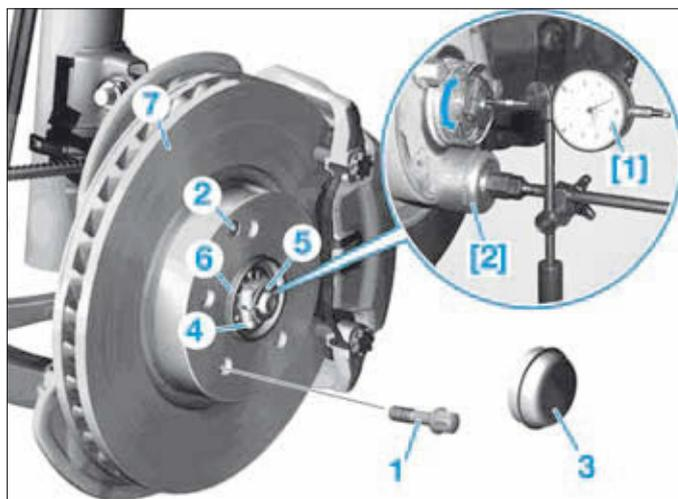

FIG. 23
- Reposer la vis de roue (1) face à la vis de fixation du disque (2) afin de supprimer le jeu entre le disque et le moyeu (Fig.23).
- Retirer le capuchon de moyeu (3).
- Desserrer la vis 6 pans (4).
- Serrer, sans forcer, l'écrou de blocage (5), en tournant le moyeu de roue (6).
- Desserrer légèrement l'écrou de blocage (5) jusqu'à ce qu'un jeu se fasse sentir.
- Monter les outils [1] et [2] sur le disque de frein (7).
- Régler le jeu du roulement de roue en tournant progressivement l'écrou de blocage (5) et en imprimant de vigoureux mouvements de traction et de pression sur le disque de frein (voir "Caractéristiques").